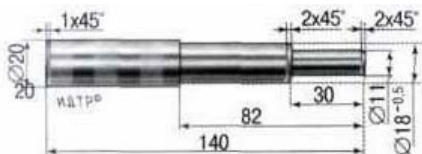

Рис. 6.2. Оправка для центрирования ведомого диска сцепления
Для центрирования сцепления изготовьте оправку по рис. 6.2.
4. При установке сцепления сначала установите с помощью оправки (см. рис. 6.2) ведомый диск, затем кожух нажимного диска и вверните болты крепления кожуха к маховику. Болты вворачивайте равномерно по одному обороту ключа каждый, переходя от болта к болту по диаметру. Момент затяжки болтов 15 Н м.